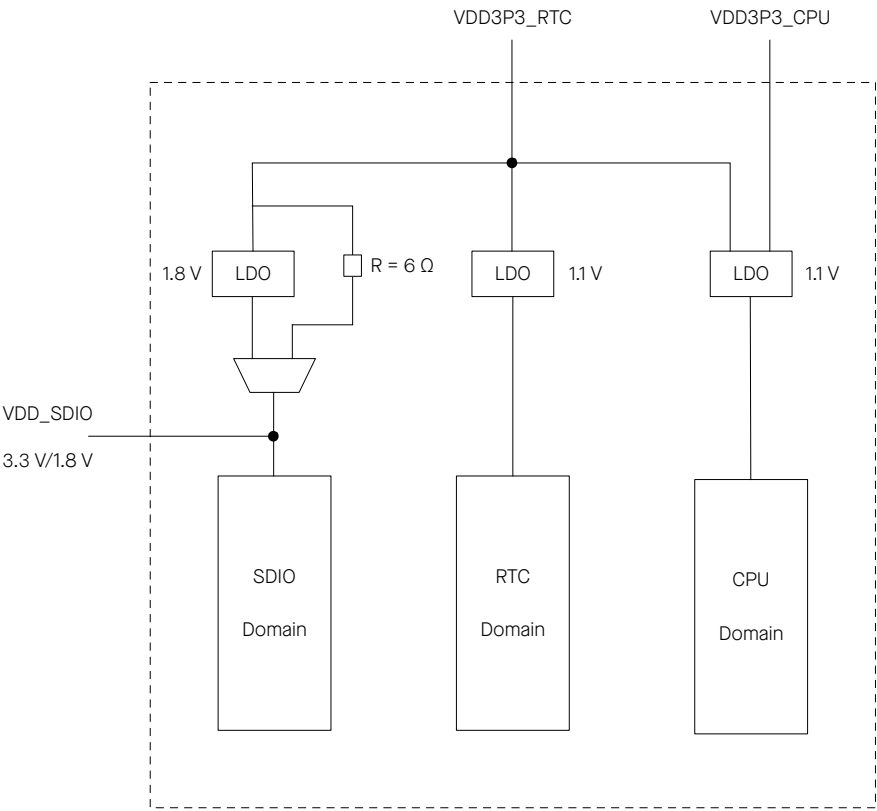

图 2-3. ESP32 电源管理
电源管理如图 2-3 ESP32 电源管理 所示。
1. ESP32-U4WDH 的封装内 flash 以及 ESP32-D0WDRH2-V3 的封装内 PSRAM 均运行在 3.3 V 电压下，此时，VDD\_SDIO 会通过 6  $\Omega$  的电阻从 VDD3P3\_RTC 取电，见图 2-3。